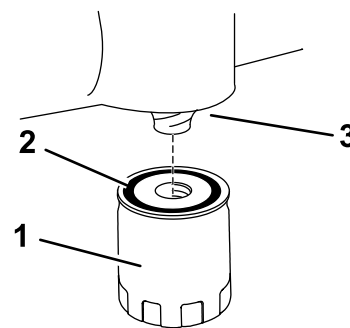

Figure 31
- Posez le filtre à huile de rechange sur le socle de montage. Tournez le filtre dans le sens horaire jusqu'à ce que le joint soit en appui contre le socle, puis donnez de 2/3 à 1 tour supplémentaire (Figure 31).